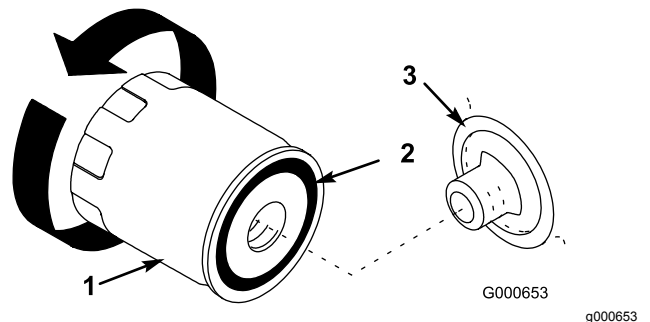

Bild 25
- Entfernen Sie den Altfilter und wischen die Kontaktfläche am Filteradapter (Bild 25) ab.
- Ölen Sie die Gummidichtung am Ersatzfilter leicht mit Frischöl ein (Bild 25).
- Setzen Sie den Ersatzölfilter auf den Filteradapter auf. Drehen Sie den Ölfilter nach rechts, bis die Gummidichtung den Filteradapter berührt. Ziehen Sie ihn dann um eine weitere halbe Umdrehung an (Bild 25).